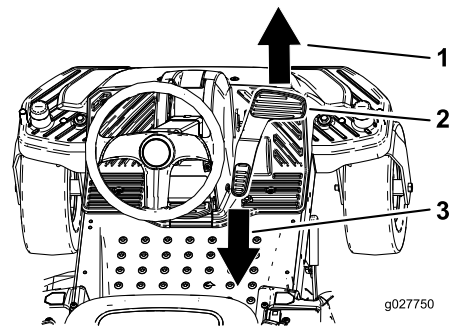

Figure 13
2. Posez le pied sur la pédale de déplacement et appuyez progressivement sur le haut de la pédale pour avancer ou sur le bas pour faire marche arrière (Figure 13).